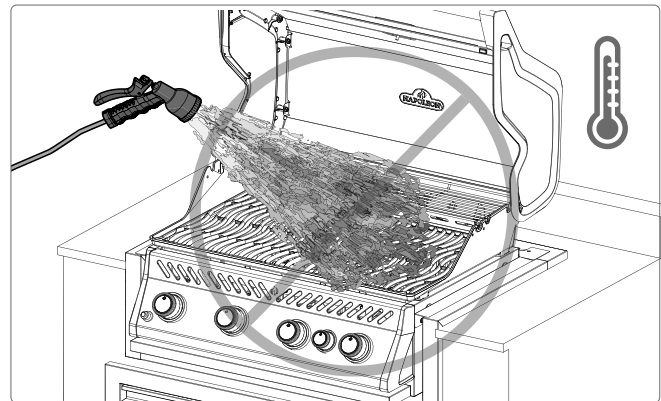

Abb. 17
1. Verwenden Sie niemals Wasser, um Flammen zu löschen oder Aufflackern zu kontrollieren (**Abb. 17**)